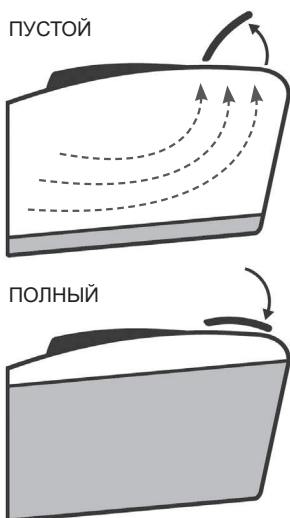

Рис. 16 Индикатор заполнения травосборника
11. В процессе работы травосборник заполняется. Для контроля заполнения травосборника на верхней части травосборника имеется индикатор (флажок). Пока травосборник не заполнен, флажок будет приподниматься из корпуса травосборника потоком воздуха, проходящим через травосборник. Если флажок находится в горизонтальном положении, значит травосборник заполнен (Рис. 16).